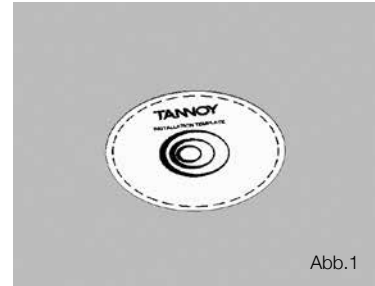

Abb.1
1. Entfernen Sie die Deckenplatte aus ihrem Rahmen und platzieren Sie sie auf einer ebenen Fläche. Markieren Sie den auszuschneidenden Bereich der Deckenplatte durch Anzeichnen um die im Lieferumfang enthaltene Schablone. (Abb.1)
1. Markieren Sie den auszuschneidenden Bereich der Decke durch Anzeichnen um die im Lieferumfang enthaltene Schablone. (Abb.1)
1. Nageln oder schrauben Sie den Einputzring an den Balken fest. (Abb.1)
1. Öffnen Sie den Beschaltungsdeckel auf der Rückseite des Lautsprechers, um an die Anschlussbuchsen zu gelangen. (Abb.1)